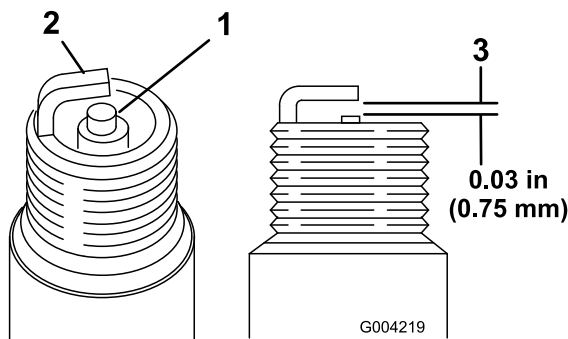

Figura 16
1. Mire la parte central de la bujía (Figura 16). Si se observa un color gris o marrón claro en el aislante, el motor está funcionando correctamente. Si el aislante tiene un recubrimiento negro, significa que el limpiador de aire está sucio.
2. Compruebe la separación entre los electrodos central y lateral (Figura 16). Si la distancia no es correcta, doble el electrodo lateral (Figura 16).